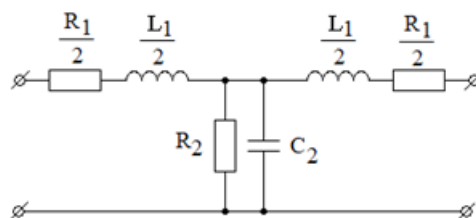

Рисунок 3.1
3.2.1 Собрать схему линии с потерями (рисунок 3.1). Выставить значения R_l , L_l , C_2 , R_2 согласно предварительному расчету по заданному варианту.